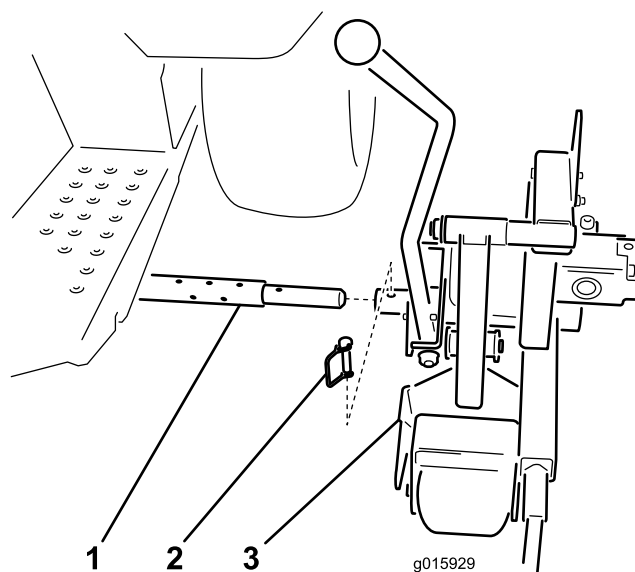

図 12
1. クロスチューブに、カッターヘッドピボットチューブを通す（図 12）。
2. カッターヘッドをクロスチューブにヒッチピンで固定する（図 12）。